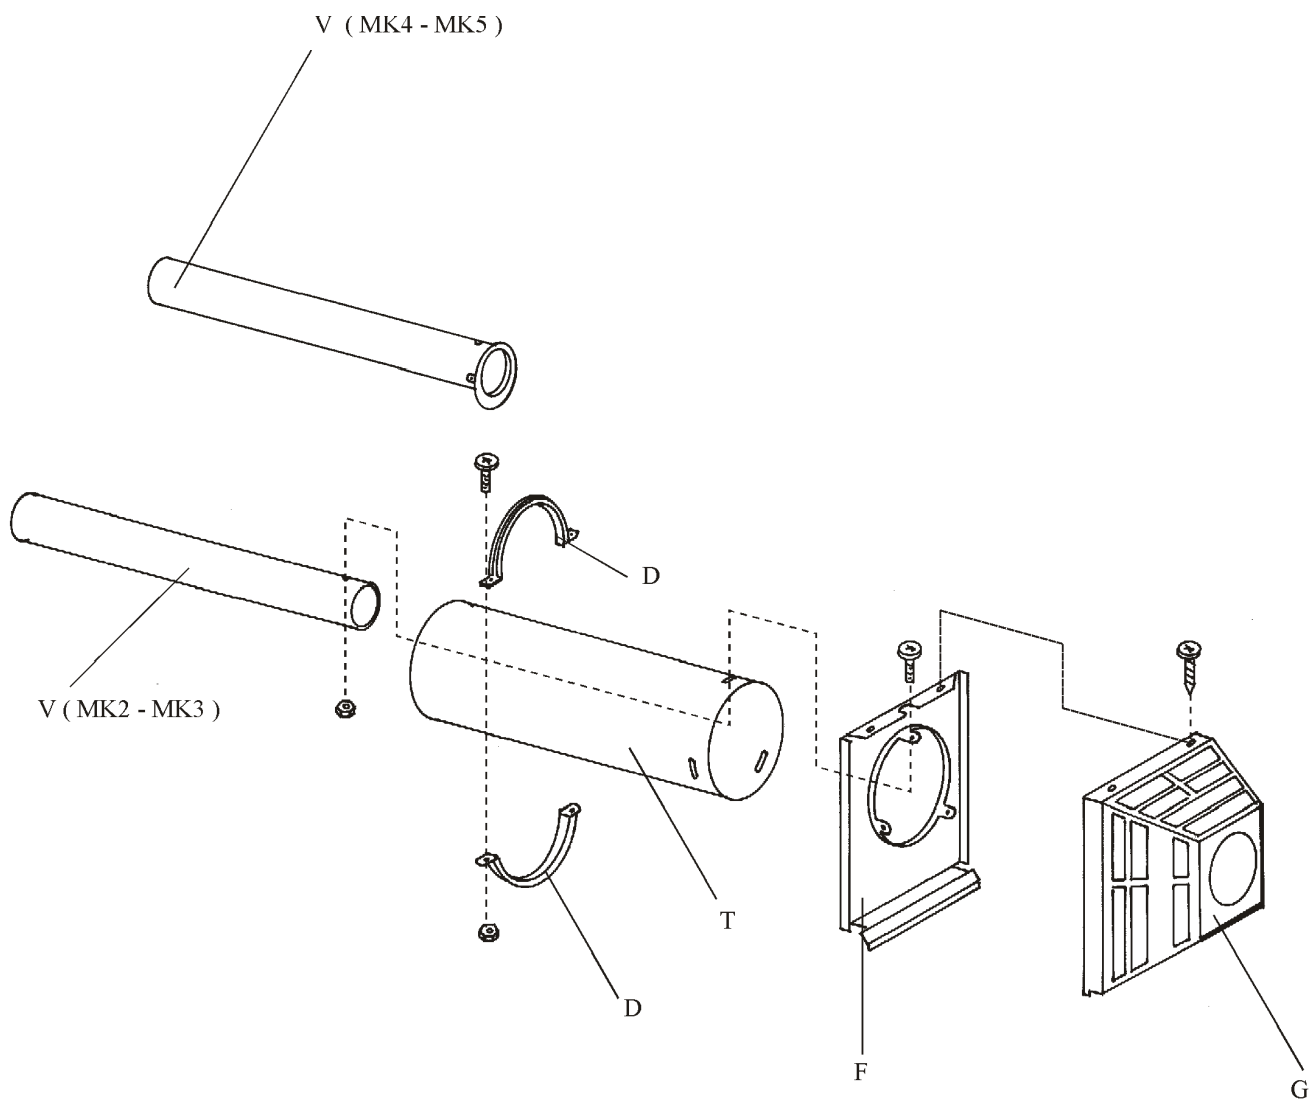

Fig. 5
De muurkoker bestaat uit de volgende bestanddelen (fig.5)
La ventouse est constituée des éléments suivants (fig. 5)
- De lengte van de luchttoevoerpijp T (fig. 5) = de dikte van de muur + 55 mm.
- De lengte van de afvoerpijp V (fig. 5) = de dikte van de muur + 130 mm.
- Bevestig de flens F op de luchttoevoerpijp (fig. 5) ter hoogte van de daar voorziene gaten.
- Schuif vanaf de buitenkant de afvoerpijp V in de luchttoevoerpijp T en lokaliseer ze over het afvoerbuisje van de gasradiator. Bevestig de afvoerpijp aan het bovenste gedeelte van de luchttoevoerpijp (fig.5)
- Sciez le tuyau d'alimentation d'air T (fig.5) à une longueur égale à l'épaisseur du mur + 55 mm.
- Sciez le tuyau d'évacuation V (fig.5) des gaz brûlés à une longueur égale à l'épaisseur du mur + 130 mm.
- Fixez la bride (F) au tuyau d'alimentation d'air à la (fig.5) hauteur des trous prévus.
- Glissez de l'extérieur le tuyau d'évacuation des gaz V brûlés dans le tuyau d'alimentation d'air T et sur le buselot dans le dos du radiateur. Fixez le tuyau à la partie supérieure du tuyau d'alimentation d'air (fig.5)